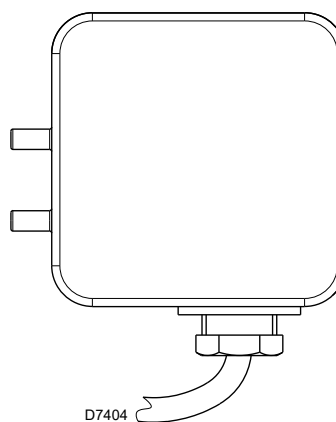

Fig. 21
- Régler le pressostat d'air (Fig. 21) en début d'échelle.
Effectuer le réglage du pressostat air (Fig. 21) après avoir effectué tous les autres réglages du brûleur avec le pressostat air réglé en début d'échelle.